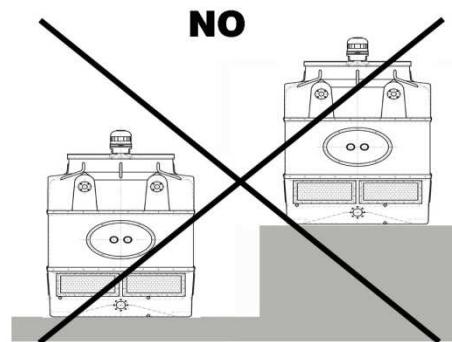

Fig. 19
- f) If several towers are to be installed, all of the towers must be installed at the same height. Otherwise, the higher-located tower (s) may draw the saturated air coming from the lower located tower (Fig 19).
- f) Dans le cas où l'on installe plusieurs tours, celles-ci devront être installées à la même hauteur, car, dans le cas contraire, la tour la plus haute pourrait aspirer l'air saturé de la tour située plus bas (fig. 19).
- f) En el caso de que vayan a instalarse varias torres, éstas deberán instalarse a la misma altura, ya que de lo contrario, la torre a mayor altura podría aspirar el aire saturado de la torre situada más abajo (fig. 19).